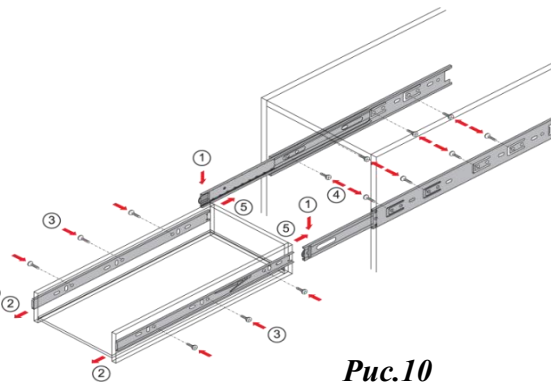

Рис.10
4. На стенка боковых шкафа (по имеющейся разметке) закрепить шариковые направляющие поз.53 шурупами 3,5x16, предварительно разъединив их на части (рис.10)